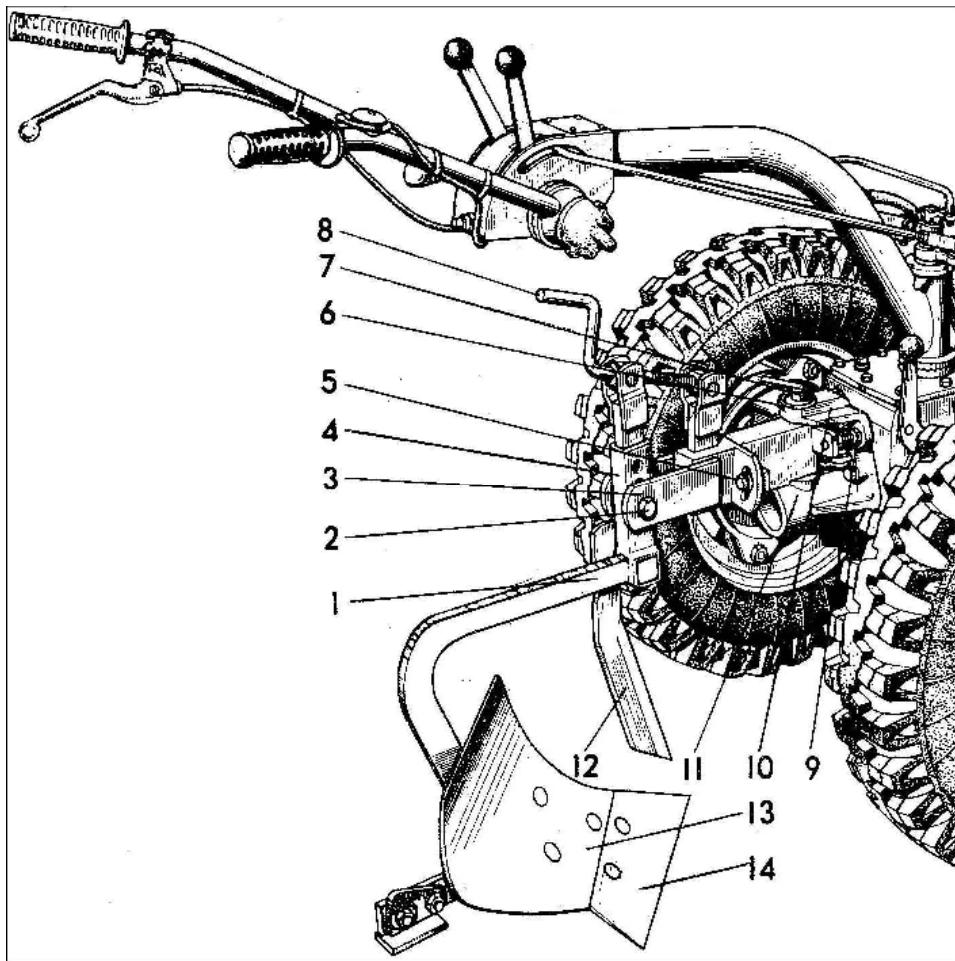
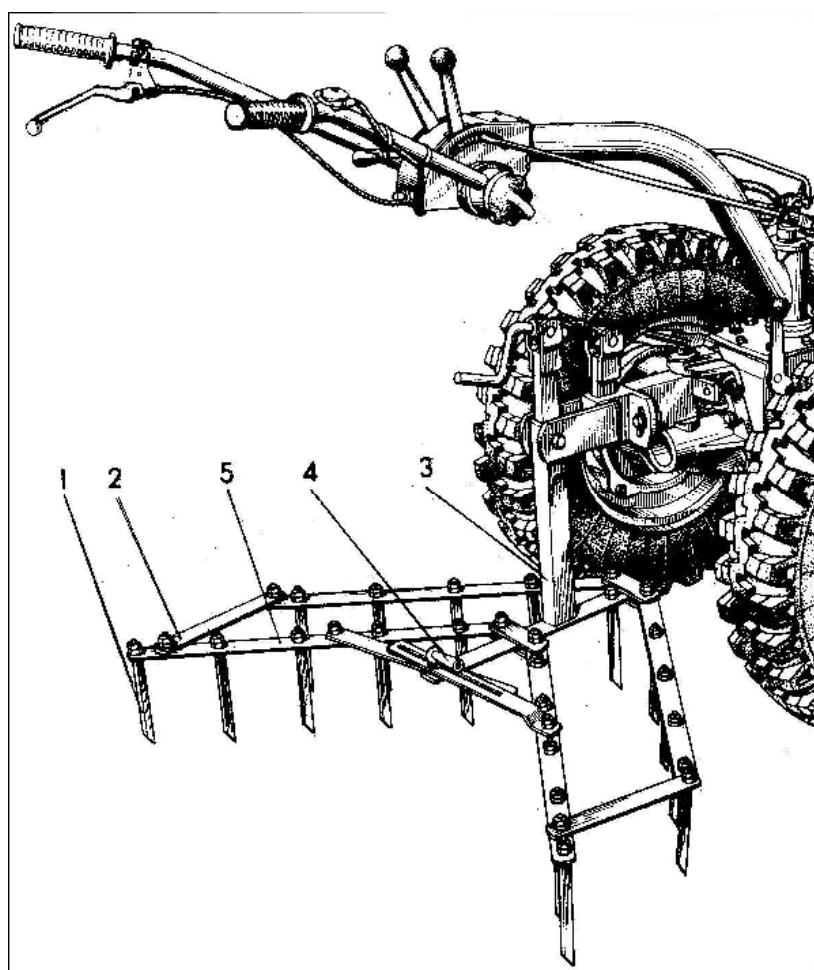
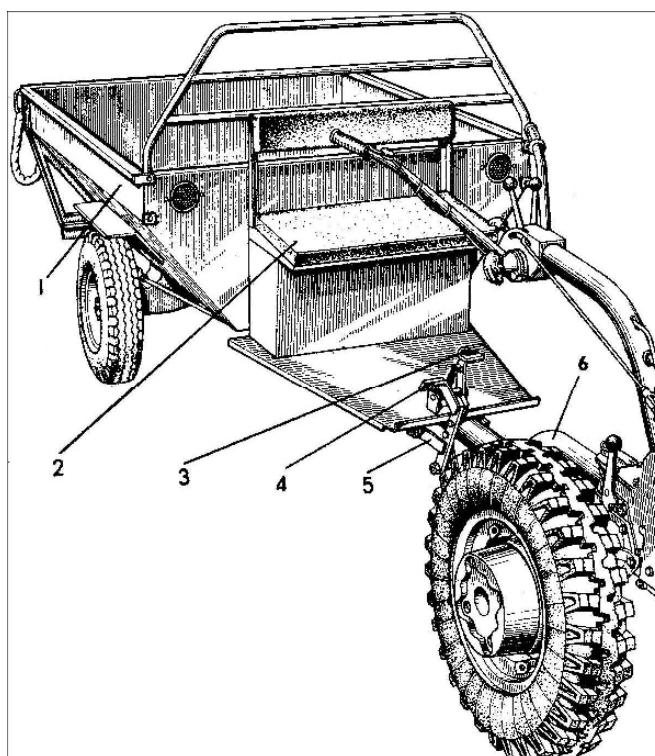

Рисунок 19 – Мотоблок в агрегате с плугом
Рисунок 22 – Мотоблок в агрегате с бороной
Рисунок 23 – Мотоблок в агрегате с прицепом
Для подготовки мотоблока с плугом к работе (рис. 19) выполните следующие операции:
1) Установите универсальную сцепку 3 (рис. 19) на плуге в рабочее положение и закрепите болтом 2. Вращая рукоятку 8, установите подвижные части сцепки в одну линию с неподвижными, а с помощью шкворня 7 присоедините плуг со сцепкой к прицепной скобе 10 и зафиксируйте шкворень чекой 6.
7.4.6 Если при работе мотоблок уводит вправо, проверьте крепление под пятников. Если они на месте, то болтом 5 сектора (рис.19) приподнимите на 1-2 см правый окучник, зажмите болт и проверьте в работе.
Рукояткой 8 сцепки (рис.19) отрегулируйте положение бороны так, чтобы ее зубья в рабочем положении были равномерно заглублены. Ширину захвата бороны устанавливайте рукояткой 4 (рис.22).
- 2) Присоедините дышло 6 (рис.23) при помощи шкворня 7 (рис.19) к прицепной скобе мотоблока, шкворень зафиксируйте чекой 6. Подставку 5 (рис.23) прицепа поднимите и закрепите в горизонтальном положении с помощью пальца.